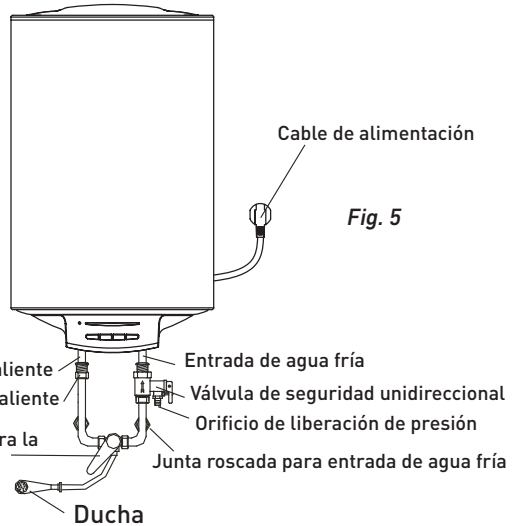

Fig. 5
2. Para evitar pérdidas en las conexiones de las cañerías, deben colocarse en los extremos de las roscas las juntas herméticas de goma incluidas con el termostaque (consulte la Fig. 5).